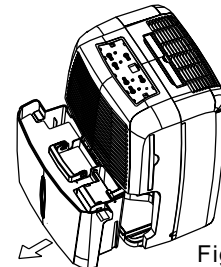
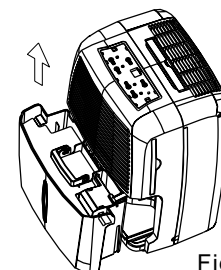

Fig.3
Fig.4
- Saque lentamente el tanque (vea Fig. 3). Agarre fuertemente el asa izquierda y derecha y saque con cuidado para que el agua no se derrame (vea Fig. 4). No coloque el tanque en el piso por que la parte inferior del recipiente es irregular. De lo contrario el recipiente se caerá y hará que el agua se derrame.